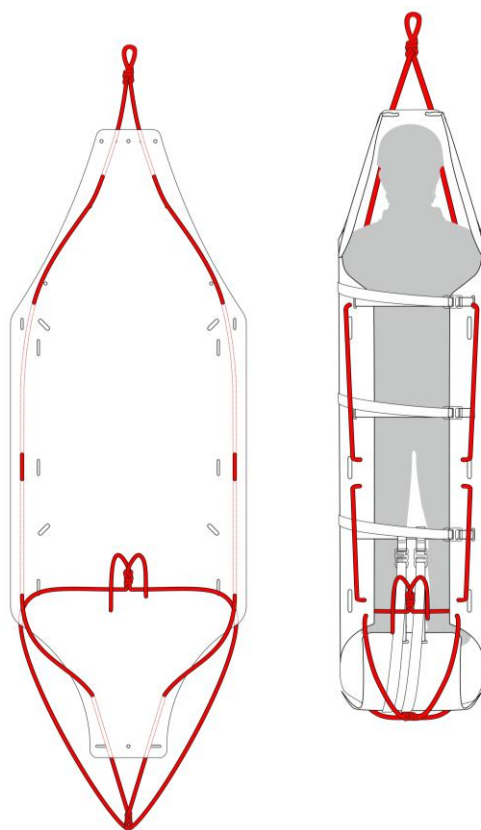

Fig. 15
c) calata o recupero in verticale: inserire la corda (H) nei fori A8 del piano di appoggio (fig. 15).